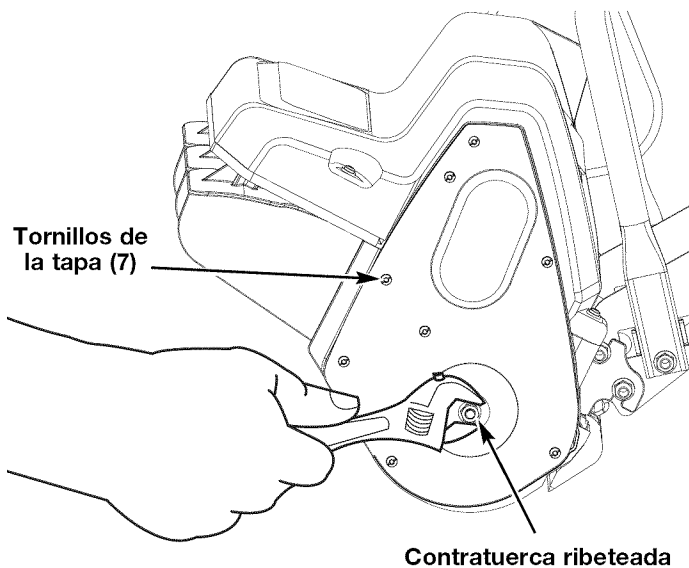

Fig. 10
1. Quite la tuerca ribeteada de la tapa de caja de la correa con una llave o copa para tuercas (Fig. 10).
2. Quite los siete (7) tornillos de la tapa de la caja de la correa con una herramienta Torx # T20 o con un destornillador de punta plana (Fig. 10).